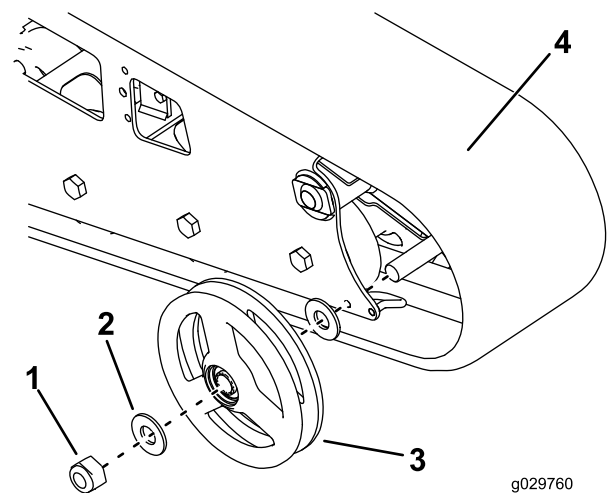

Figura 57
2. Togliete il dado di fissaggio della ruota anteriore esterna e rimuovete la ruota (Figura 57).
3. Togliete il cingolo (Figura 57).
4. Estraiete le 2 rondelle grandi dalle ruote esterne, una per lato su ciascuna ruota (Figura 57).
7. Montate il nuovo cingolo (Figura 57).
8. Montate la ruota anteriore esterna e fissatela con il dado tolto in precedenza (Figura 57).